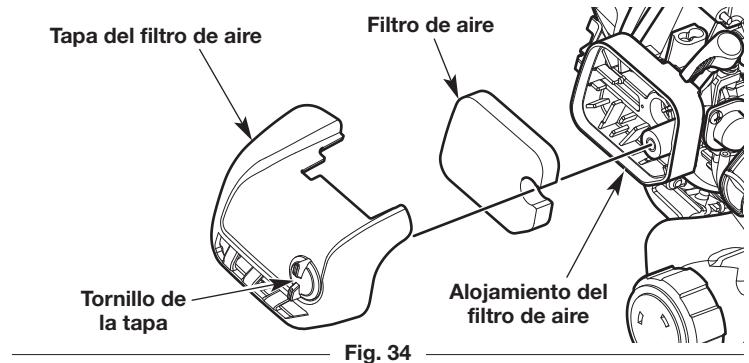

Fig. 34
- Abra la tapa del filtro de aire para lo cual debe aflojar el tornillo de la tapa (Fig. 34).
- Extraiga el filtro de aire de su alojamiento (Fig. 34).
- Vuelva a instalar el filtro de aire en su alojamiento (Fig. 34).